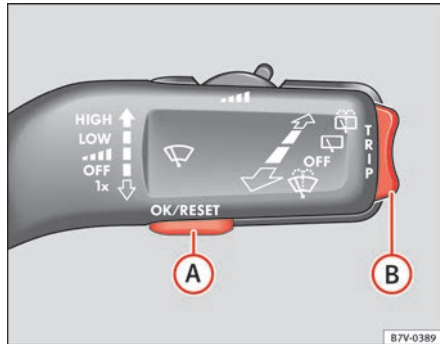
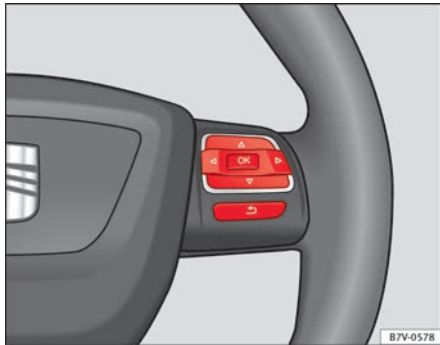

Abb. 37 Fahrzeuge ohne Multifunktionslenkrad: Im Scheibenwischerhebel: Taste **A** zum Bestätigen von Menüpunkten und Wippe **B** zum Wechseln der Menüs.
Abb. 38 Rechte Seite des Multifunktionslenkrads: Tasten zum Bedienen der Menüs im Kombiinstrument.
- Falls eine Meldung oder das Fahrzeug-Piktogramm angezeigt wird, Taste **OK** drücken (⇒ Abb. 37 **A** bzw. ⇒ Abb. 38).
- Wippe ⇒ Abb. 37 **B** oben oder unten bzw. am Multifunktionslenkrad Pfeiltasten **▲** oder **▼** drücken, bis der gewünschte Menüpunkt markiert ist.